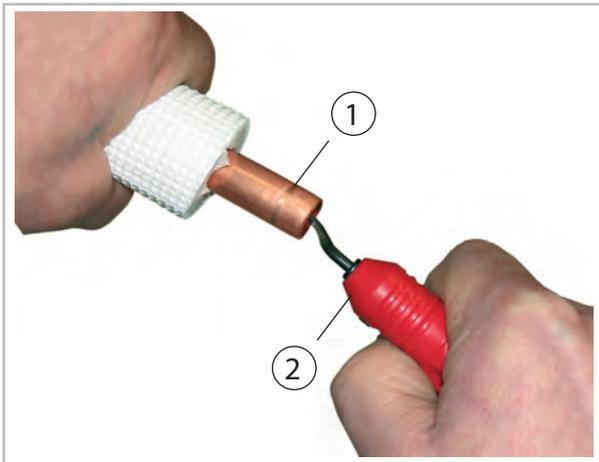
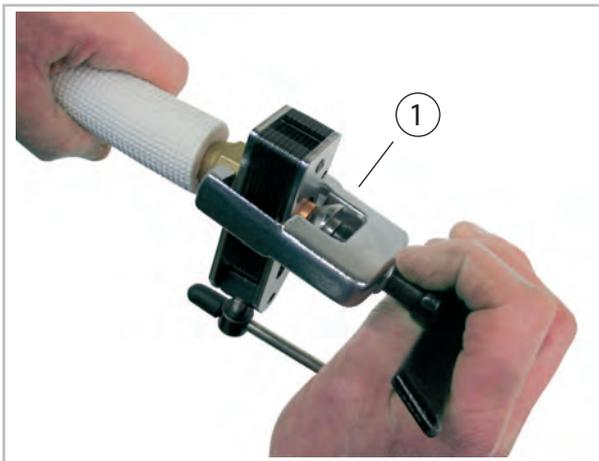

Abb. 19: Entgraten der Kältemittelleitung
Abb. 20: Bördeln der Kältemittelleitung
8. ➤ Bearbeiten Sie die verlegten Kältemittelleitungen wie im Folgenden dargestellt (Abb. 19 und Abb. 20).